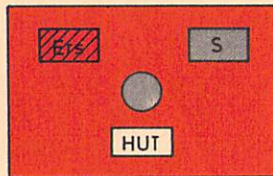

Bild 10
- (15) Blinkt beim Bedienen des Ersatzsignals der Ersatzsignalstörmelder (vgl. Bild 10) bzw. bei Selbstblock der Bauform SEL der Signalstörmelder rot und ertönt die Hupe, ist das Ersatzsignal durch Bedienen der Signalhaltgruppentaste und der Signaltaste zu löschen; der Ersatzsignalstörmelder erlischt.